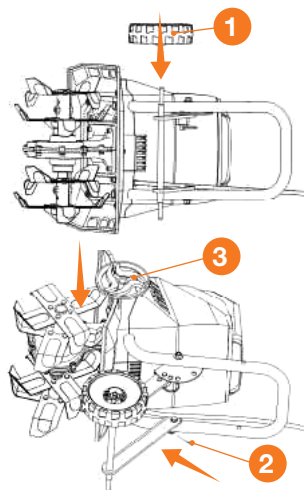

Рис. 3
- Установите на вал колесо 1 (Рис. 3).